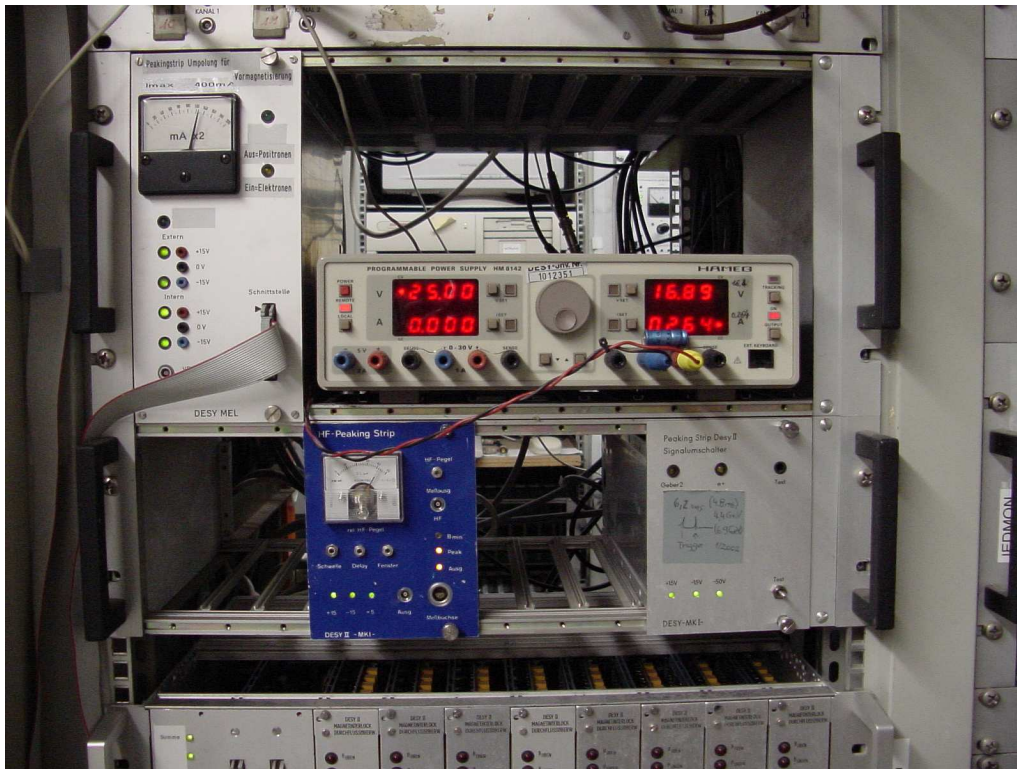

Abbildung 4, Peakingstrip-Elektronik (SER-B3)
- Netzteil HAMEG 8142 : Strom 264 mA, siehe Abb. 4
- Peakingstrip Modul: 2 LEDs "Peak" und "Ausg" leuchten, siehe Abb. 4